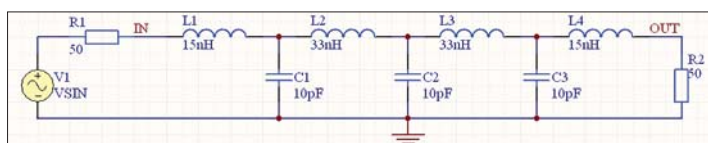

Рис. 15. Схема фильтра нижних частот
- Последовательным нажатием горячих клавиш V, F изменим масштаб для оптимального просмотра всей схемы (рис. 15).